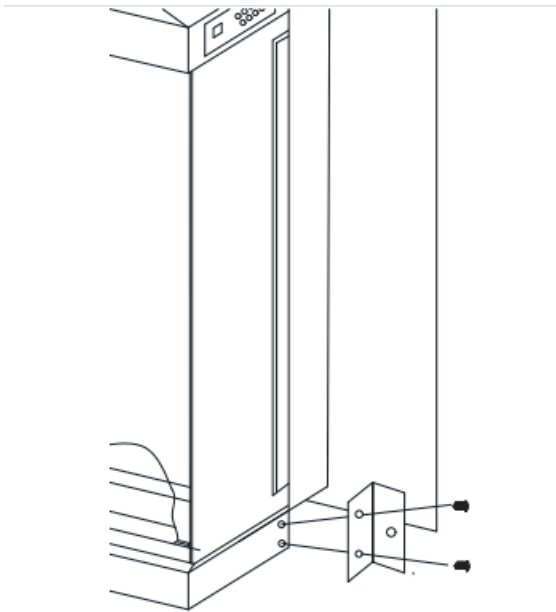

imagen 3
Paso 2: Instale los soportes de fijación, que se encuentran en el paquete de accesorios, a ambos lados de la chimenea con tornillos de 4*10mm (como se muestra en la imagen 3).